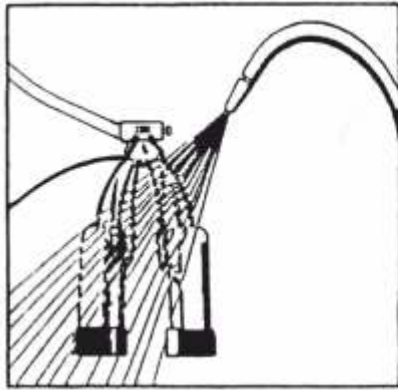

Рис. 12
- Ополосните шланги теплой питьевой водой (35-45С) (рис. 12,13).